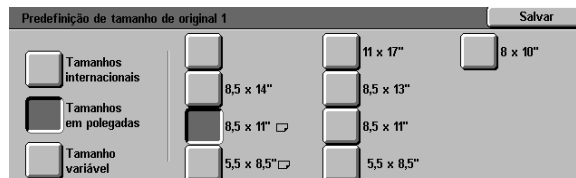

Figura 60: tela Configurar tamanho de original com a opção Tamanhos em polegadas selecionada
- Toque no botão **Tamanhos em polegadas** e toque em um dos tamanhos padrão dos EUA (Figura 60)